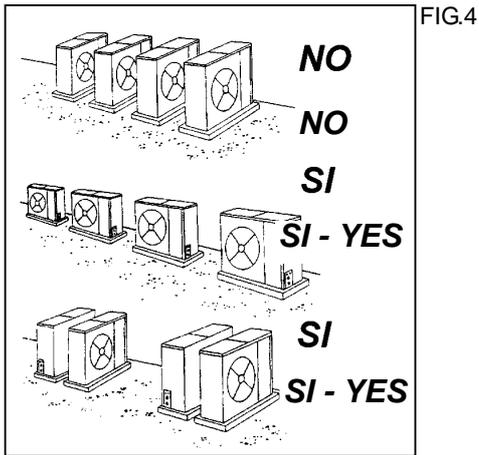

FIG.4
- \* Le unità motocondensanti possono venire installate nei seguenti modi: al suolo, su tetto, su balcone, su parete esterna mediante stufe dimontaggio (fig.3), in insiemi multipli situando le unità schiena a schiena (fig.4).
- \* The outdoor units can be installed in the following ways: on the ground, on the roof, on the balcony, on the outside wall, by means of assembly brackets (fig.3), in multiple groups with the units back to back (fig.4).